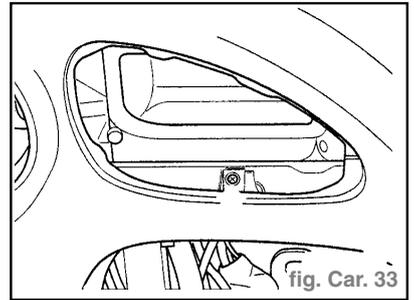

fig. Car. 33
- Dévisser la vis à empreinte cruciforme -flèche-. (fig. Car. 33)